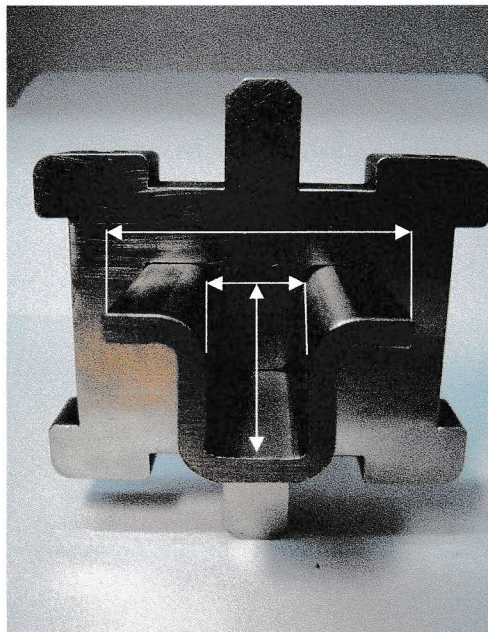

Bild Nr.4 Ermitteln Gesamtgeometrie, einschließlich Profiltiefe u. Innenmaß.
- Bild Nr.4:** Gesamtgeometrie einschließlich Profiltiefe u. Innenmaß (GR). Die Lehre muss leicht über das Profil gehen.